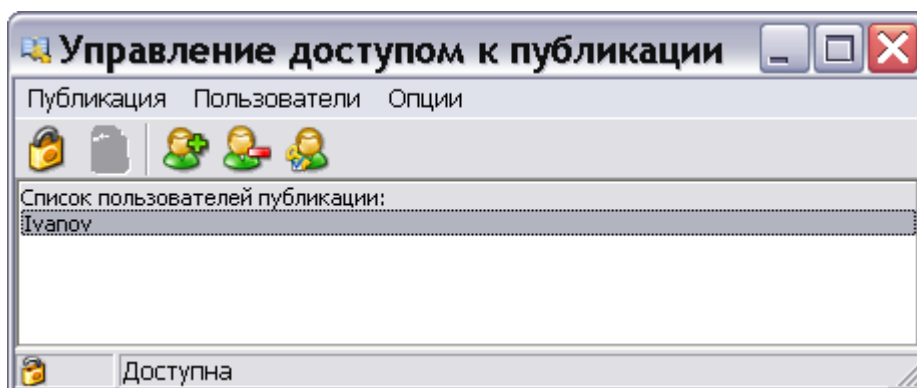

Рис. 230
5. Введите имя пользователя и пароль доступа к публикации. Нажмите на кнопку **ОК**. После этого имя пользователя появится в окне **Управление доступом к публикации** (Рис. 230).